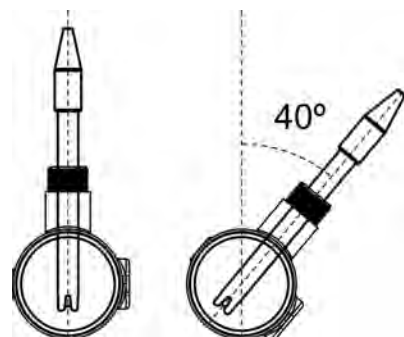

Fig. 13
4. De pH-sonde moet steeds als volgt worden geïnstalleerd: bij voorkeur verticaal, ofwel met een maximale schuinite van 40° (Fig. 13).